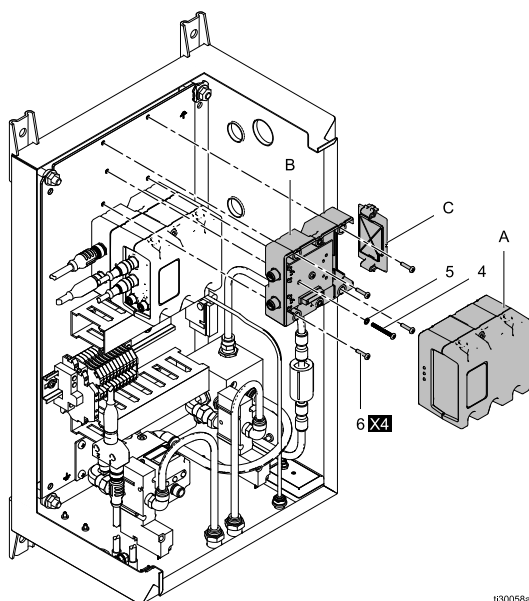

Figure 3 Блок управления скоростью
- а. Используя четыре винта (6), установите основание (B) в блоке электронного управления (см. выше рис. 3, 4 и 5).
- б. Вставьте винт заземления (4) и шайбу (5) и затяните так, чтобы винт вошел в монтажную скобу.